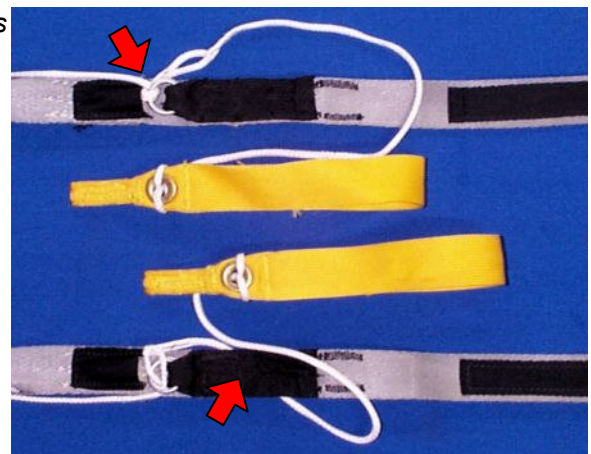

Fig 2. commande mal acheminée.
**Commande mal positionnée** - Fig 2 montre deux exemples **commande mal mise**: la commande à moitié-accrochée autour de l'anneau guide (haut) et enroulé autour de l'élévateur lui-même (bas). Si les freins sont mis avec les commandes ayant un mauvais cheminement, le sautant peut avoir des problèmes pour contrôler la voile. Beaucoup de sautants, expérimentés et novices font des fautes d'inadvertance. Nous conseillons aux sautants de faire spécialement attention au cheminement des commandes quand vous mettez les demi-freins. Si les commandes ont un mauvais cheminement, vous devriez remarquer une friction ou traction quand vous tirez sur cette suspente en vol. Une commande avec un mauvais cheminement peut être dangereuse parce que la voile semble être totalement contrôlable à première vue mais la commande peut soudainement "se verrouiller" à tout moment en vol provoquant la perte de contrôle de la voile.
Le cheminement des commandes doit être vérifié chaque fois que vous placez les freins de déploiement. Les commandes **doivent passer directement à travers l'anneau guide sur l'élévateur et se libérer facilement quand les poignées sont tirées**. La commande de manoeuvre ne doit pas s'enrouler autour de l'anneau guide ou autour de l'élévateur lui-même comme en Figure 2. Après que les demi-freins sont mis **l'excès de commande de freins doit être rangé de manière qu'il n'existe pas de risque d'avoir l'excès de suspente accrocher ou venir s'emmêler, tout en se libérant facilement quand les demi-freins sont relâchés**.